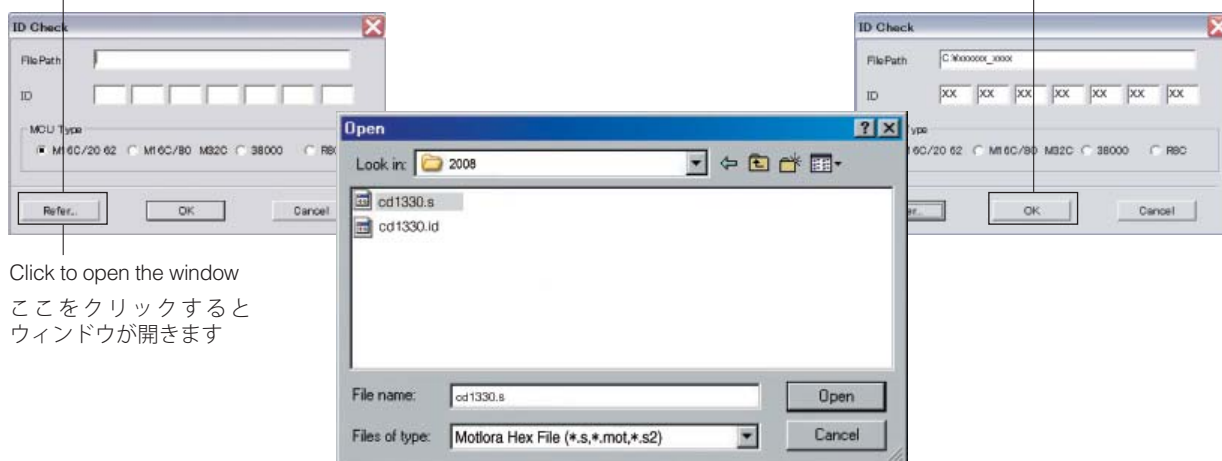

Fig. 6
5. Click [Refer...]. And select the firmware name. (Fig. 6)
- * The ID code and MCU type are loaded automatically when the file is selected. (Fig. 6)
Click [OK]. (Fig. 6)
5. [Refer...] をクリックし、書き込むファームウェアを選択します。(Fig. 6)
- ※ ID、および MCU Type は書き込みファイル選択時、自動的に取り込まれます。(Fig. 6)
[OK] をクリックします。(Fig. 6)